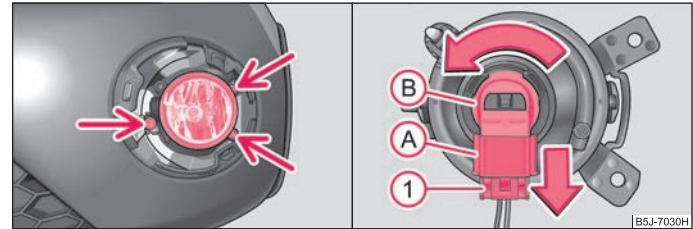

Abb. 168 Vorderer Stoßfänger: Nebelscheinwerfer / Lampenwechsel
- Drehen Sie mit Hilfe des Schraubendrehers\*, der Bestandteil des Bordwerkzeugs17) ist, die Schrauben heraus ⇒ Abb. 168.
- Drücken Sie die Sicherung (1) ⇒ Abb. 168 des Steckers (A) und nehmen Sie den Stecker aus der Fassung (B) heraus.
- Drehen Sie die Fassung (B) mit der Lampe nach links bis zum Anschlag und nehmen Sie diese heraus.
- Stecken Sie den Stecker (A) in die Fassung (B).